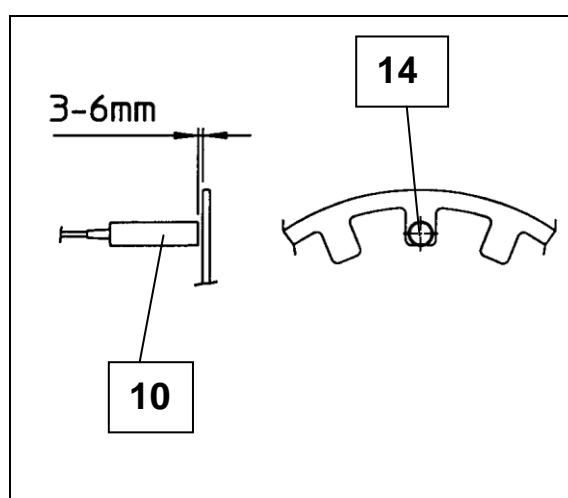

Рис. 8
- Вставьте датчик в держатель и устраните возможный наклон кольца при помощи шайб (13). (Рис. 8)